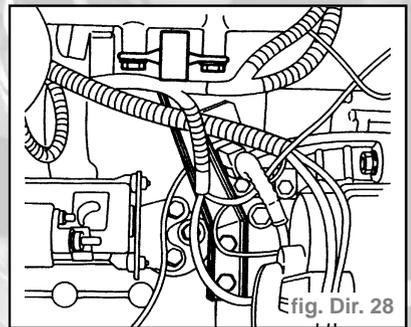

fig. Dir. 28
- dévisser, du côté arrière, les vis fixant l'étrier de réaction du collecteur d'admission et enlever l'étrier (fig. Dir. 28).